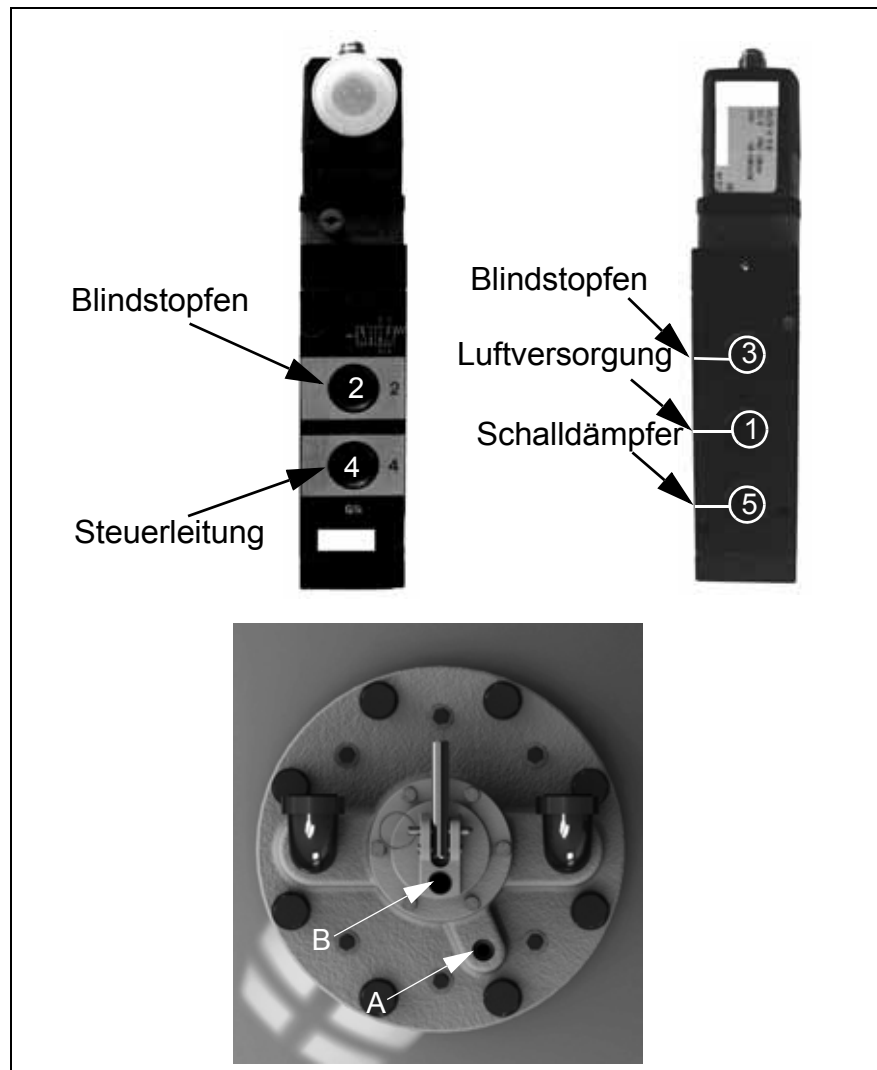

Abb. 5: Pneumatischer Anschluss des 5/2-Wege Magnetventils
4. Die Anschlüsse (2 und 3 Abb. 5) mit Blindstopfen verschließen.